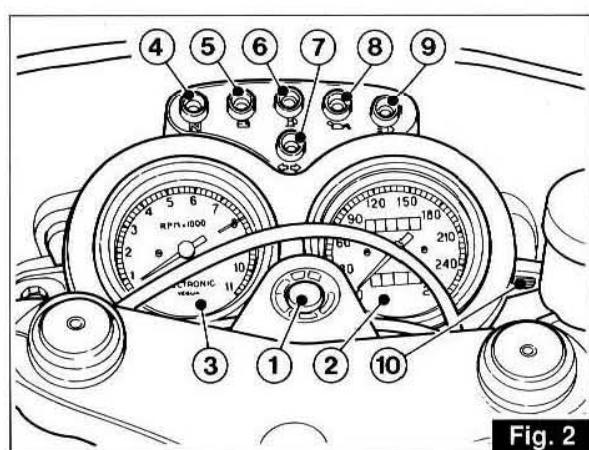

Fig. 2
#### 3.1 TABLEAU DE BORD (fig. 2)
#### 3.1 INSTRUMENTENBRETT (Abb. 2)
Avec la clé «1» de fig. 2 position «ON» le moteur est prêt au démarrage.
Quand le moteur est arrêté, tourner la clé du commutateur de fig. 2 en position «OFF», puis retirer la clé.
Befindet sich der Schlüssel «1» (Abb. 2) in Schaltstellung «ON», ist das Fahrzeug startbereit.
- Steht der Motor, muss man den Zündschlüssel (Abb. 2) auf Schaltstellung «OFF» drehen und anschließend abziehen.